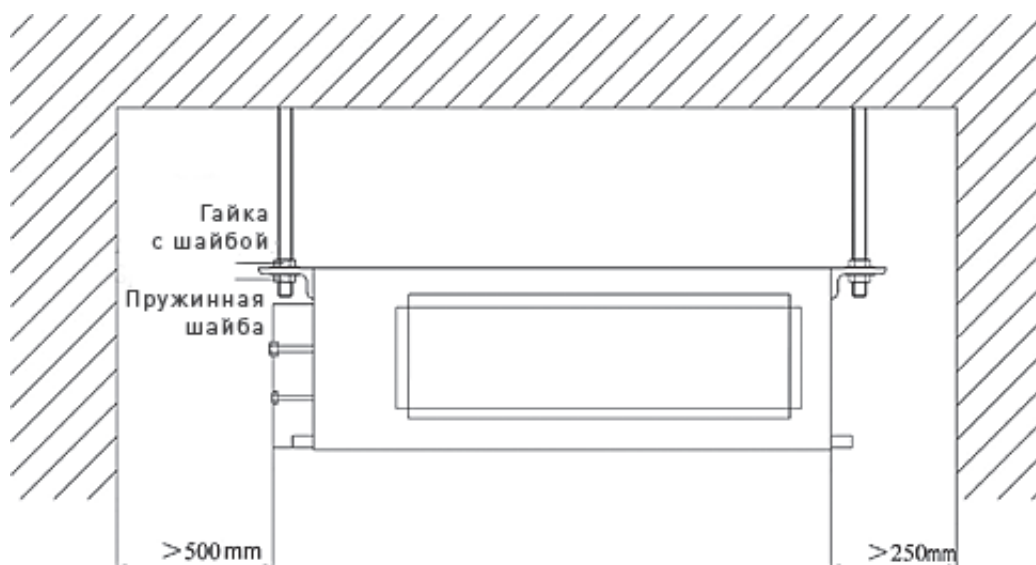

Рис. 2
- 4) Убедитесь, что для обслуживания предусмотрены достаточные монтажные зазоры (см. рис. 2).